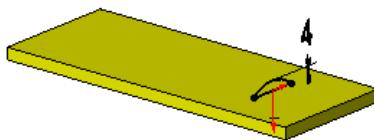

图 10.4.2 编辑草图
(1) 在设计树中右击 Orientation Sketch 特征，在弹出的快捷菜单中选择 **删除…** 命令。
(2) 用同样的方法删除 Cut-Extrude1 特征和 Sketch3 特征。
Step4. 修改尺寸。单击设计树中 Boss-Extrude1 节点前的“▶”号，右击 Sketch2 特征，在弹出的快捷菜单中选择 命令，进入草图环境；将如图 10.4.2 所示的尺寸“4”改成“6”，退出草图环境。